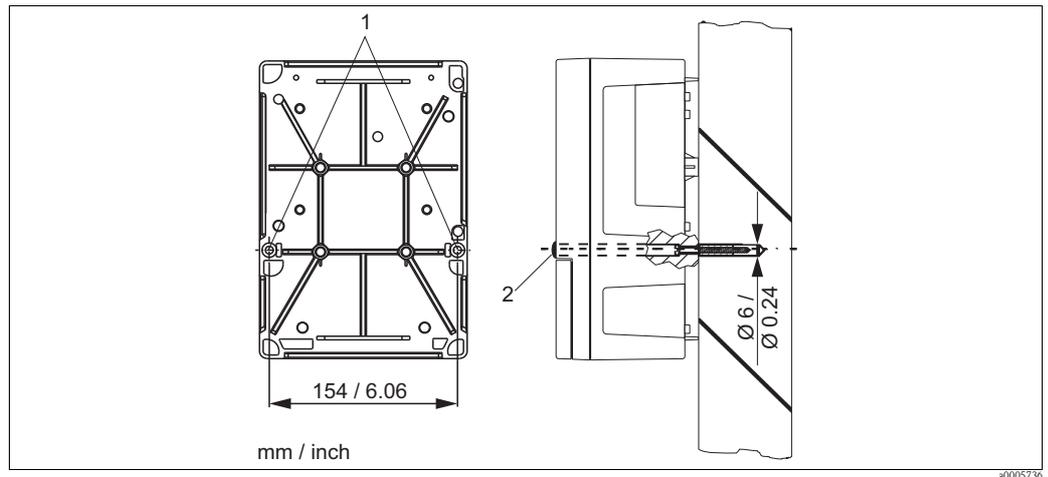

Fig. 7 : Montage mural d'un appareil de terrain
1. Percez des trous selon Fig. 7.
2. Insérez les deux vis de fixation à l'avant dans les trous de fixation appropriés (1).
4. Couvrez les perçages avec les capuchons en plastique (2).